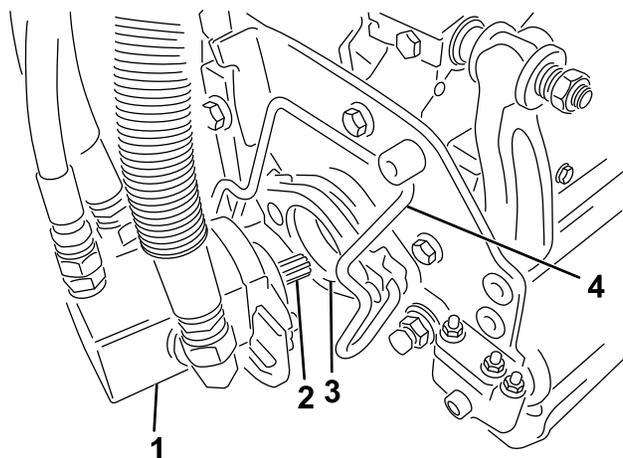

Рисунок 47
5. Нанесите на шлицевый вал электродвигателя режущего блока чистую консистентную смазку (Рисунок 47).
6. Вставьте электродвигатель в левую сторону режущего блока (если смотреть со стороны оператора) и тяните фиксатор электродвигателя на режущем блоке в сторону электродвигателя до тех пор, пока не услышите щелчок с обеих сторон электродвигателя (Рисунок 47).